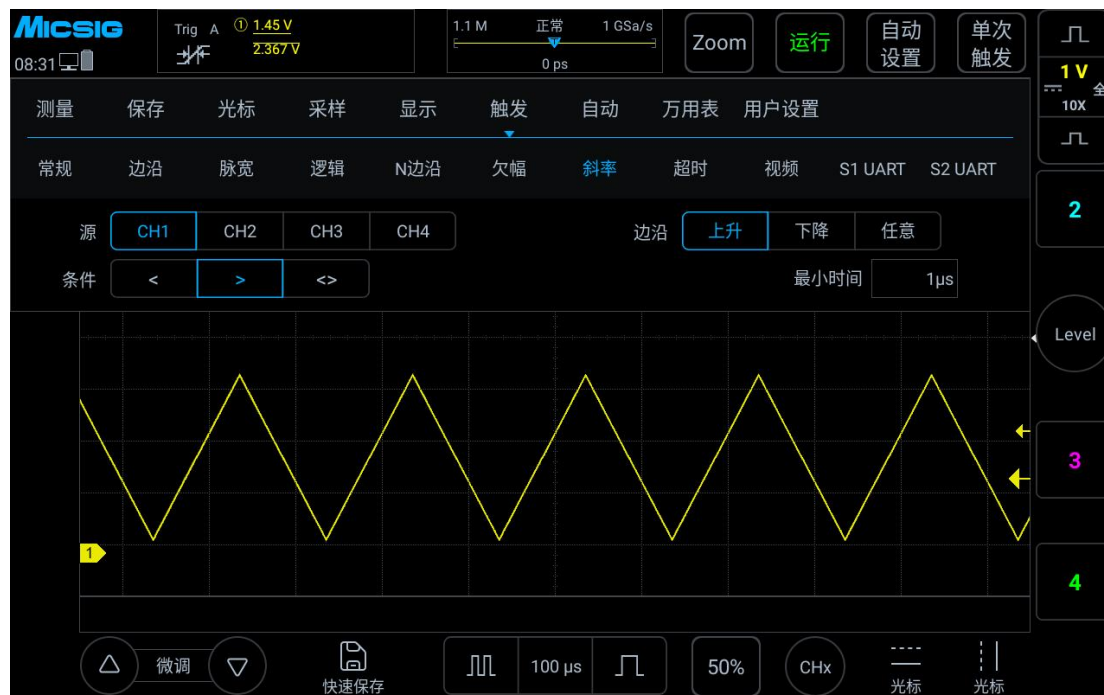

图 7-27 斜率触发设置菜单
1) 打开主菜单，轻点“触发”打开触发菜单，在触发类型中选择斜率触发，对斜率触发进行如下设置，见图 7-27：